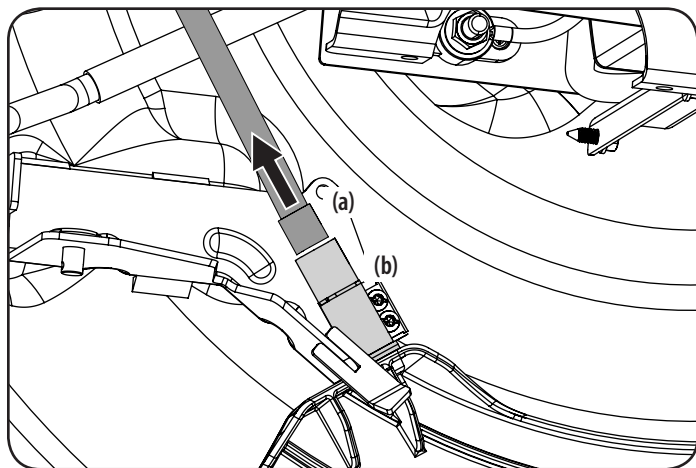

Figura 47
- Desconecte el conector del cable (a) del interruptor de seguridad (b) de la parte trasera del canal de descarga. Consulte la Figura 47.
- Conecte el conector del cable (a) en el interruptor de seguridad (b) de la parte trasera del canal de descarga. Consulte la Figura 47.
Nota: Asegúrese de reconectar el conector del cable al interruptor de seguridad en la Figura 47; el montable no funcionará si el interruptor de seguridad no está correctamente conectado.